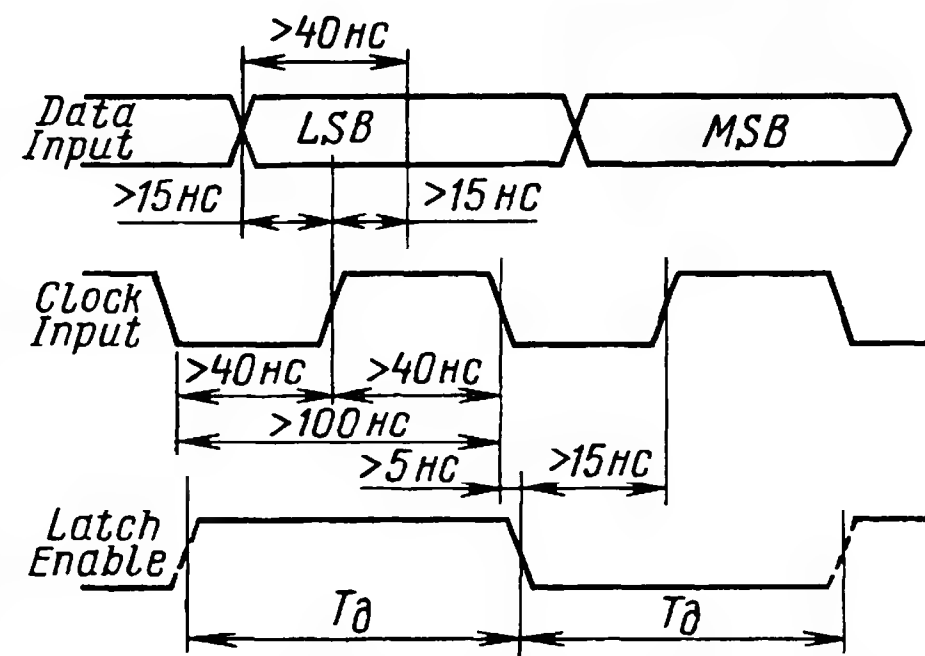

Рис. 8
мости уровней нелинейных искажений от частоты выходного сигнала при максимальном (FSR) и уменьшенном в 10 раз уровне выходного сигнала. На рис. 8 показаны временные соотношения входных цифровых сигналов, при этом сигнал Latch Enable (LE) служит для выделения цифровых потоков левого и правого каналов. На выходах ЦАП попеременно формируются аналоговые сигналы обоих каналов в интервалах времени, равных периоду дискретизации One Clock Cycle (частота дискретизации $F_s = 44,1$ кГц). Для разделения каналов необходимо использовать внешние коммутаторы, управляемые сигналами LE.